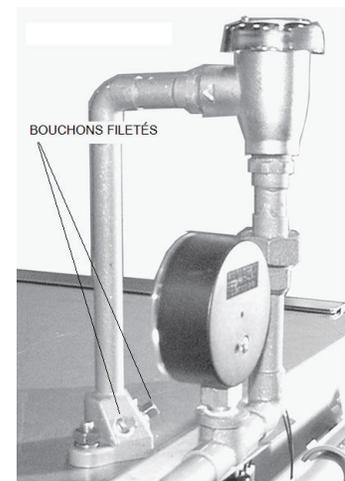
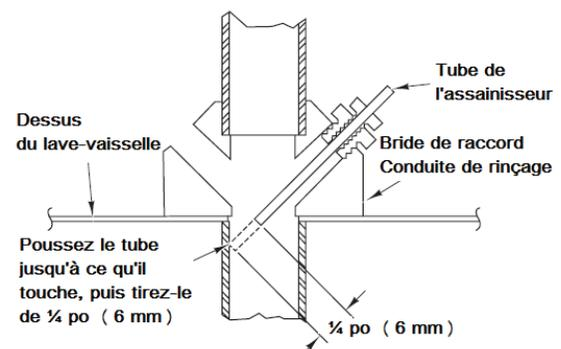

Figure 13
Figure 14
La bride de raccordement de la conduite de rinçage sur le dessus du lave-vaisselle est percée de deux bouchons filetés de $\frac{1}{8}$ po (3 mm) NPT (Figure 13).
- Retirez le ou les bouchons (Figure 13) pour installer le tube du doseur de l'agent de rinçage et/ou celui du tube de l'assainisseur au besoin.
- Retirez le bouchon fileté (Figure 13) pour installer le tube de l'assainisseur chimique. Pour assurer le libre débit de l'assainisseur, placez son tube au centre de l'écoulement de l'eau en perçant le raccord du tube de sorte que son \varnothing interne soit égal au \varnothing externe du tube. Glissez le tube dans la bride jusqu'à ce qu'il touche le côté opposé et retirez-le ensuite d'un $\frac{1}{4}$ po (6,4 mm) (Figure 14).